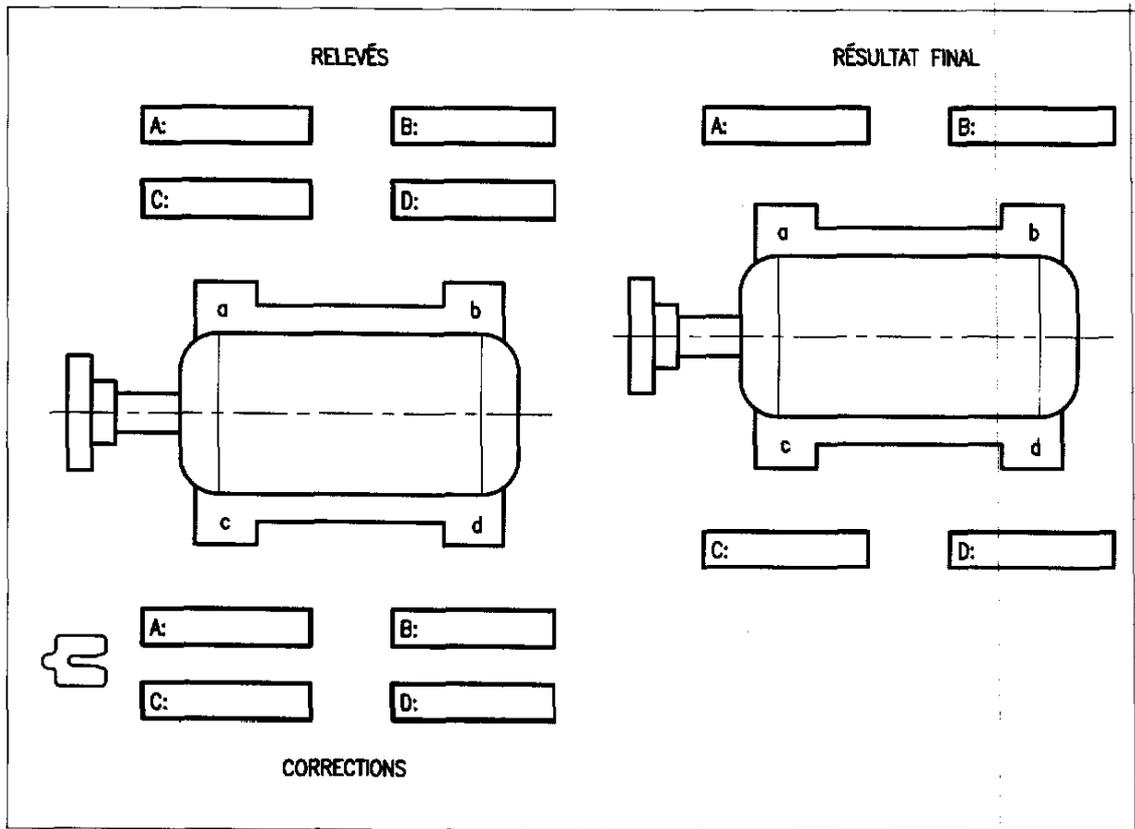

Figure 1.2
12) Relever le boitage sur la machine mobile et corriger. Compléter le relevé de la figure 1.2.